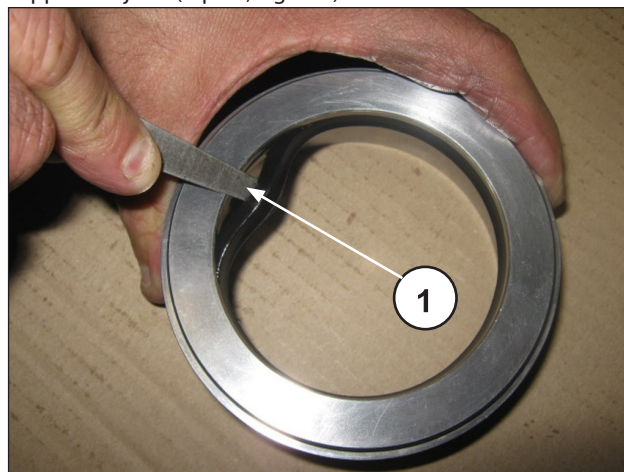

Fig. 247
Pour ôter le joint de basse pression, utiliser une jauge d'épaisseur ou un outil qui n'endommage pas le siège du support du joint (rep. ①, Fig. 247).